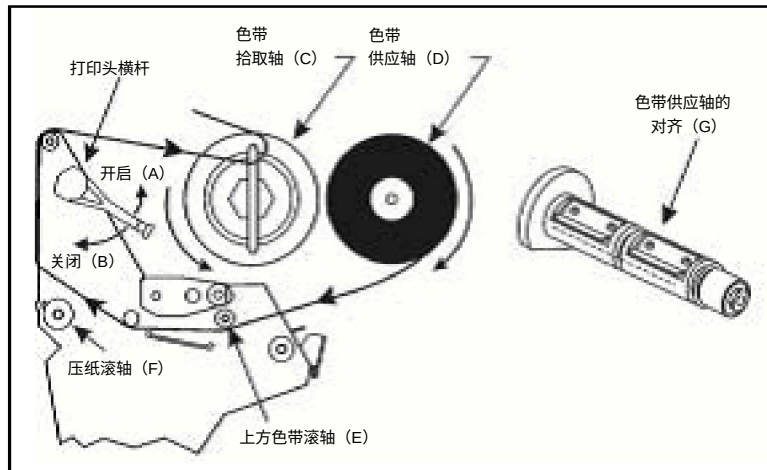
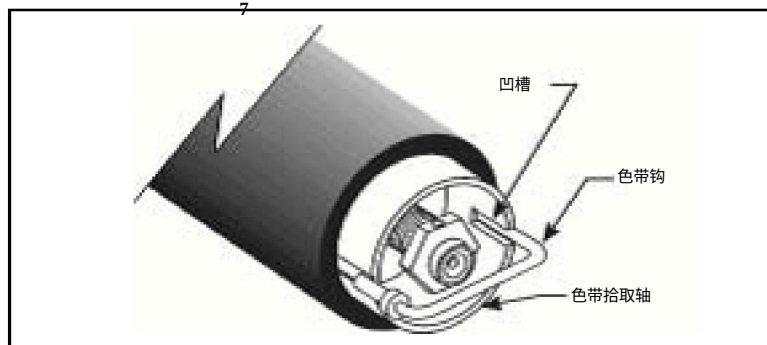

图 7
图 8
请参考图 7。
装载色带时，请确认色带的卷芯已靠紧「色带供应轴」的档圈（图 7-D）。请勿使用比介质还要窄的色带。
1. 对齐「色带供应轴」的各个分段（图 7-G）。
2. 把「色带卷」装在「色带供应轴」上（图 7-D）。
4. 开启打印头（图 7-A），将引头与连接的色带穿过打印装置，位于「上方色带滚轴」（图 7-E）之下，并穿过「压纸滚轴」（图 7-F）。
5. 在把色带卷绕在「色带拾取轴」（图 7-C）上之前，请确认色带钩安装正确。色带钩应当如图 8 所示配合适度。
6. 把色带（引头）绕在「色带拾取轴」（图 7-C）上，并逆时针方向旋转几圈。
7. 关闭打印头（图 7-B）。